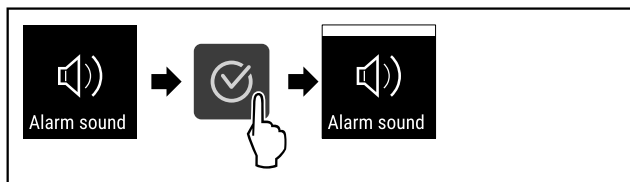

Fig. 79
- ▶ Stappen (zie Fig. 79) uitvoeren.